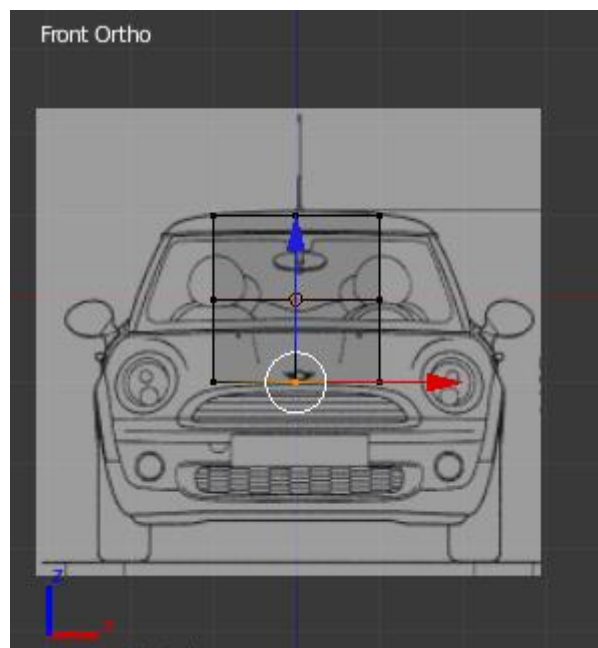

Figura 4.5
6. Pressione de novo Add Image, Not Set e Open. Selecciono o ficheiro com a imagem frontal do carro. No menu Axis seleccione Front. Figura 4.5.